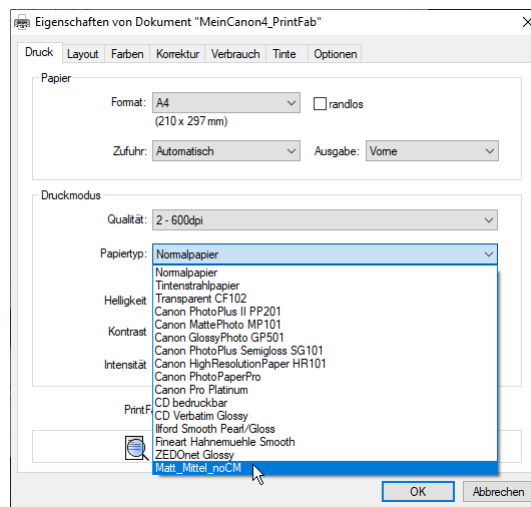
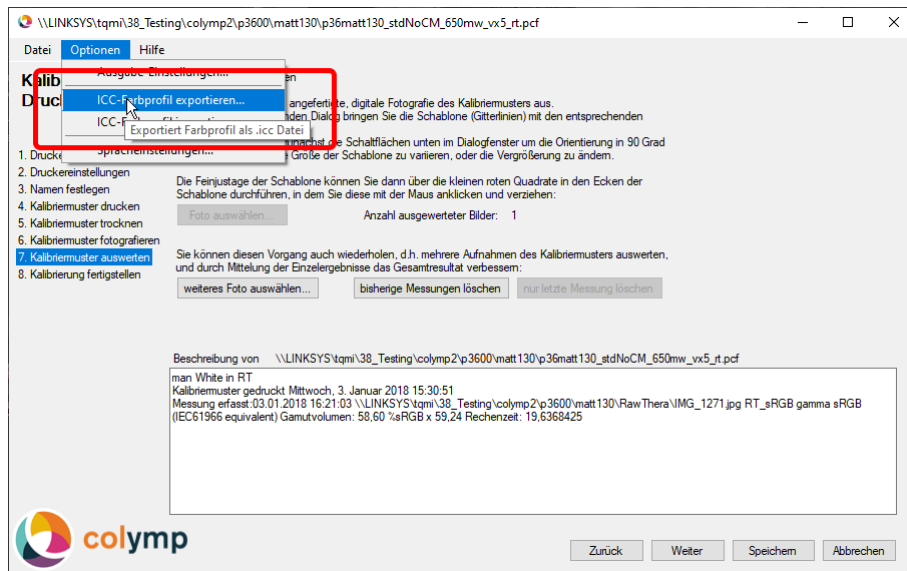

Abbildung 4: Das in PrintFab erstellte neue Profil ist als Papiertyp in den Drucker-Einstellungen verfügbar
Abbildung 5: Exportieren der Farbinformationen (ICC-Profil) in colymp
- Unter 2. Druckereinstellungen wählen Sie das in Punkt 2 erstellte Profil (Abbildung 4). Es enthält bereits alle Einstellungen des Druckers (Druckgeschwindigkeit, Auflösung, Tinteneinsatz...).
Alternativ können Sie auch ohne colymPrinterXPS drucken und PrintFab das Farbmanagement durchführen lassen. Hierzu werden die Farbinformationen (ICC-Profil) in colymp exportiert (Abbildung 5).
Das Farbmanagement beim Druckvorgang kann auch eine dafür geeignete Software (z.B. Photoshop) übernehmen. Wie in Unterabschnitt 3.2 beschrieben, muss hierzu zunächst das ICC-Profil in colymp exportiert werden (s. Abbildung 5). Beim Druckvorgang kann dann dieses ICC-Profil als Ausgabeprofil ausgewählt werden. Außerdem muss noch in den Einstellungen für den PrintFab-Drucker unter Papiertyp das in Punkt 2 erstellte Profil ausgewählt werden (s. Abbildung 4).